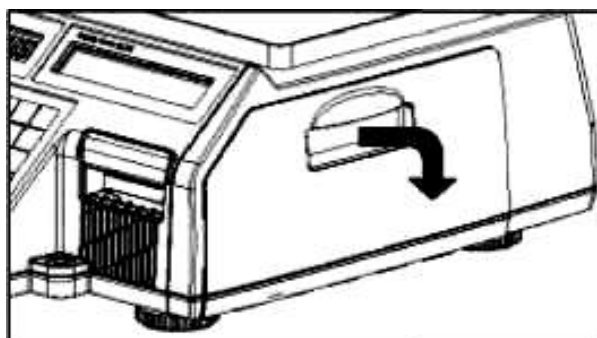

Рис.5.3 - Відкриття кришки
1. Відключіть живлення ваг тумблером **ON/OFF**, розташованим на днищі ваг. Відкрийте кришку відсіку принтера (див. рис.5.3)